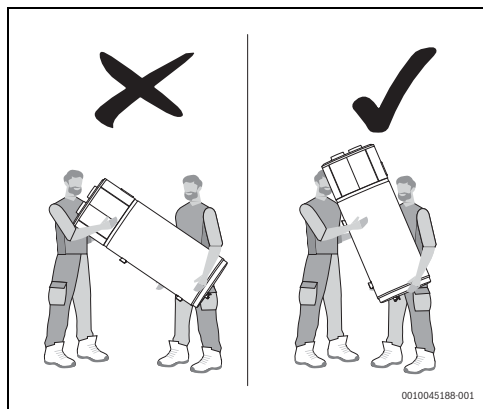

Fig. 6
- ▶ Não segurar o aparelho pelos painéis superiores (Fig. 6).